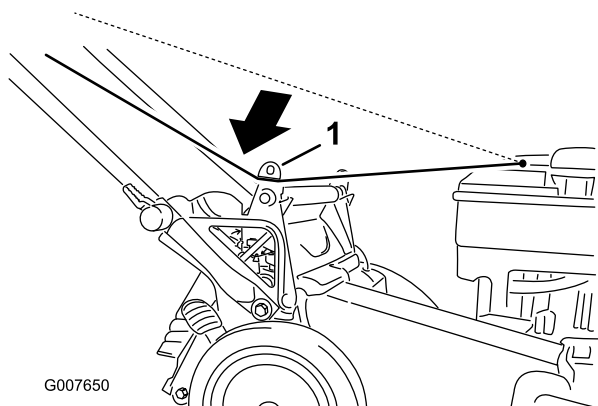

Figura 29
1. Avvolgete il cavo di avviamento attorno al guidacavo inferiore (Figura 29).